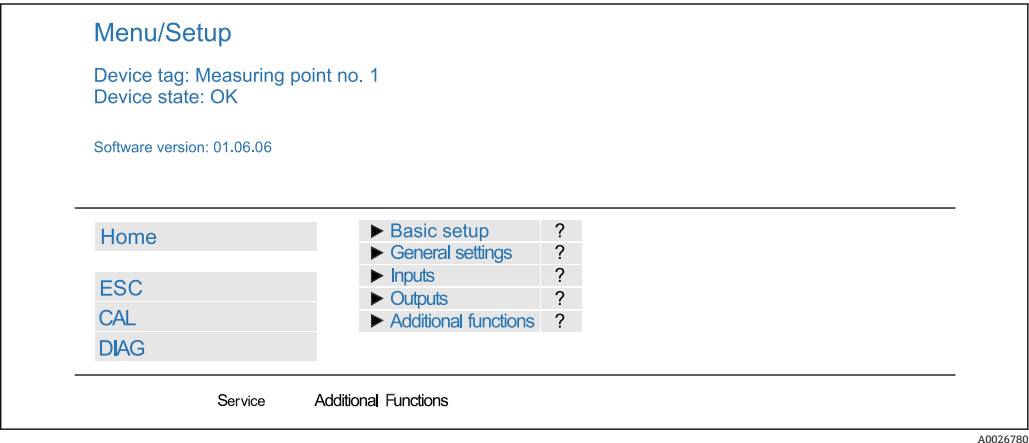

图 73 网页服务器示例 (菜单/语言=英文)
3. ▶验证结果（快速显示并导出到 SD 卡）或者 **Additional Functions**（分界线下方的附加菜单→ 图 73）。